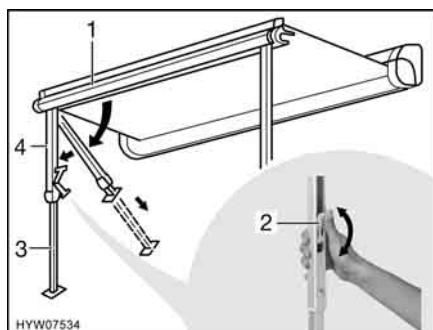

Fig. 39 Installazione dei montanti di supporto
- Rimuovere i montanti di supporto (Fig. 39,4) dal listello anteriore (Fig. 39,1) esercitando una leggera pressione verso l'esterno, quindi ribalzarli e collocarli.
- Aprire il bloccaggio sui montanti di supporto. A tal fine ripiegare la leva di serraggio (Fig. 39,2) verso l'alto.
- Estrarre la parte inferiore dei montanti di supporto (Fig. 39,3) fino alla lunghezza desiderata.
- Chiudere il bloccaggio presente sui montanti di supporto. A tale scopo, spingere la leva di serraggio (Fig. 39,2) verso l'alto.